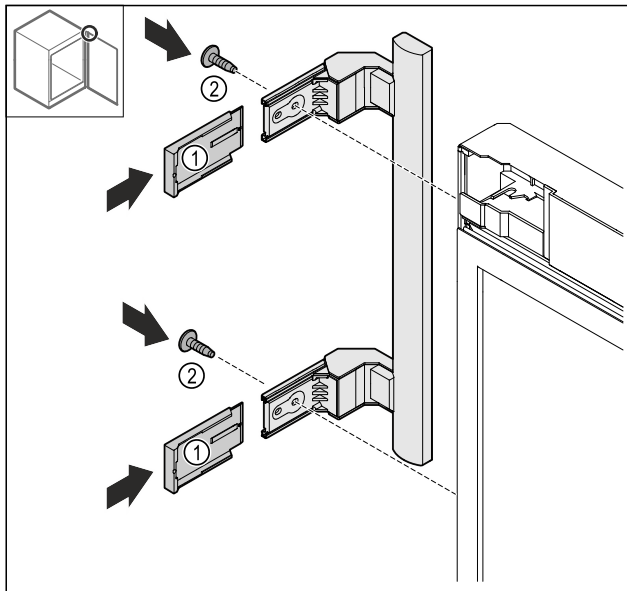

Fig. 16
- ▶ Tolja fel a fedelet Fig. 16 (1).